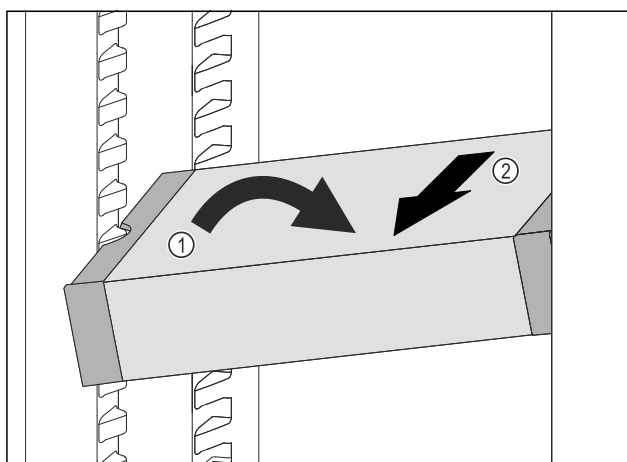

Fig. 55
- ▶ Incliner le VarioSafe dans la partie réfrigérateur. Fig. 55 (1)
- ▶ Sortir le tiroir VarioSafe par l'avant. Fig. 55 (2)